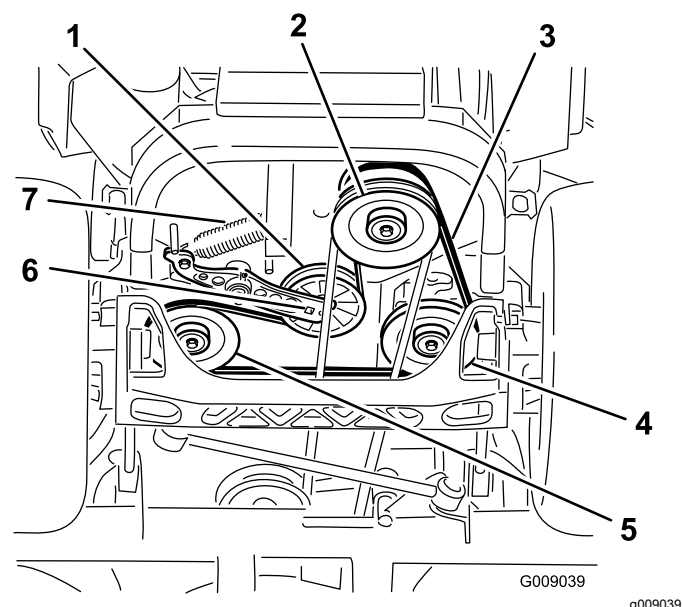

Figure 86
4. Soulevez la machine sur des chandelles (Figure 86).
5. Insérez un rochet dans le trou carré du bras de la poulie de tension pour déposer le ressort de la poulie de tension (Figure 86).
6. Décrochez le ressort de tension sur le cadre (Figure 86).
9. Insérez un rochet dans le trou carré du bras de tension pour installer le ressort de la poulie de tension sur le cadre (Figure 86).